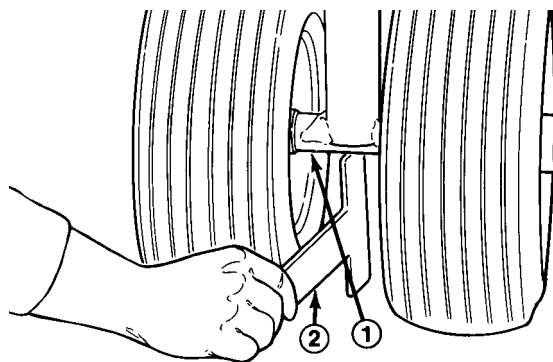

Figure 12
2. Glisser l'extrémité courte du calibre de hauteur sous l'essieu avant pour vérifier la hauteur. Le calibre doit toucher l'essieu quand il est posé sur le sol. Vérifier les deux côtés (Fig. 12).